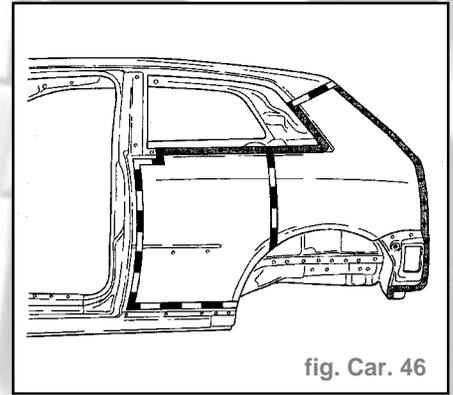

fig. Car. 46
- Découper grossièrement le panneau latéral (fig. Car. 46).